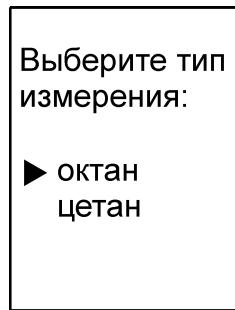

Рисунок 8 — Выбор типа (режима) измерения
- кнопками (\uparrow , \downarrow) установить указатель на желаемый тип измерения (рисунок 8);